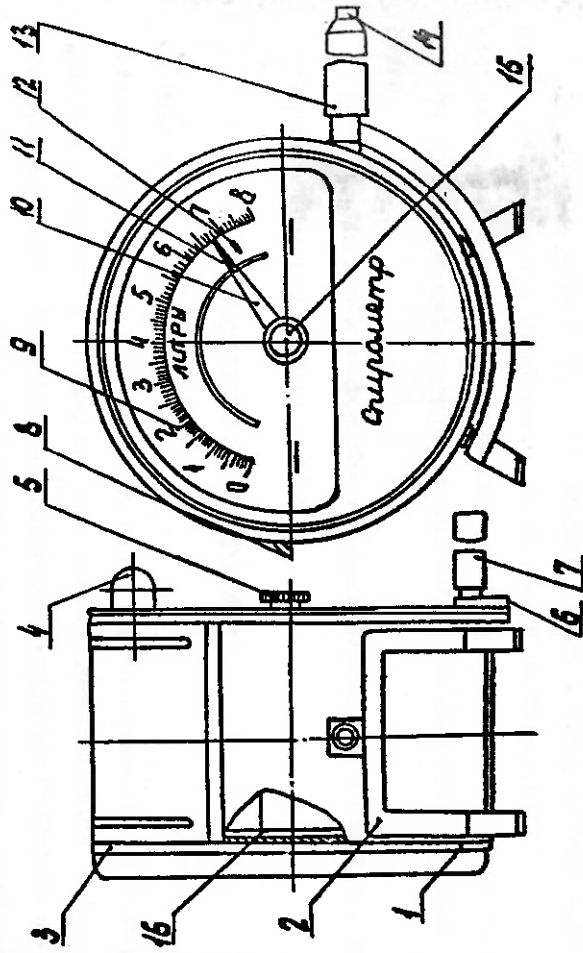

Рис. 1
2.4.1. Спирометр представляет собой переносной прибор. Устройство спирометра показано на рис. 1.